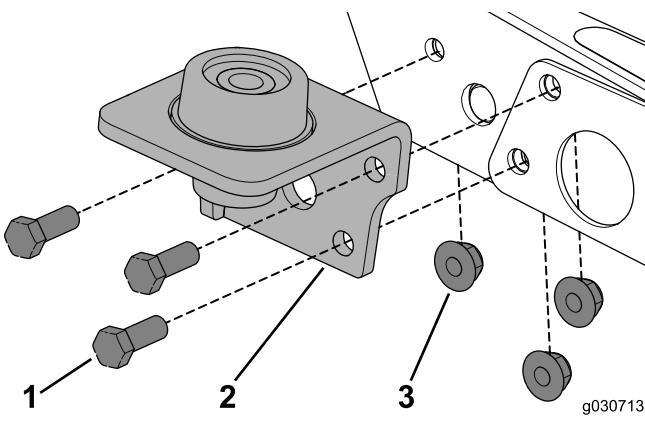

図17
- 既存のボルト類を外し、代わりにボルト3/8 x 3インチ3本とフランジナットを使用して、マウントを機体に固定する図17。